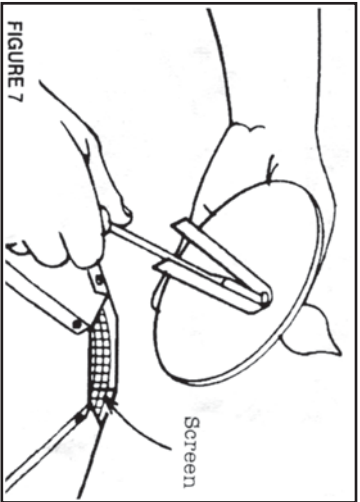

FIGURE 7
STEP 8 (FIGURE 7)
Make a circle out of the wire screen and insert it into the ventilation hole in the roof (See figure 7). This will keep nesting material from blocking the ventilation holes.
Donner une forme cylindrique au grillage métallique et l'engager dans l'orifice de ventilation du toit (Figure 7). Cela permettra d'éviter que le matériau des nidés ne bouche les orifices de ventilation.